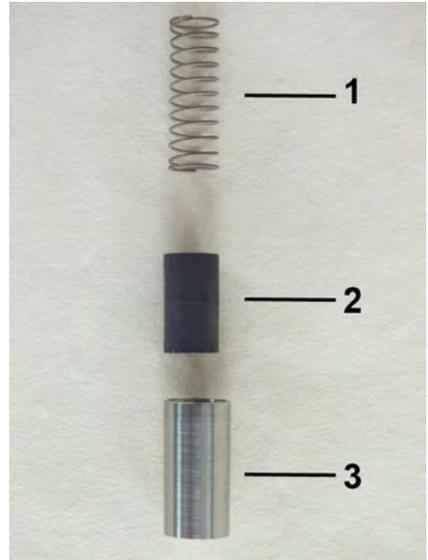

Abb. 42: Innenteile
- 4.** ➤ Feder (Abb. 42/1) mit Magneten (Abb. 42/2) in den Schwebekörper (Abb. 42/3) einführen dabei die Magnetpolung beachten (Nordpol in Richtung Geräteausgang)